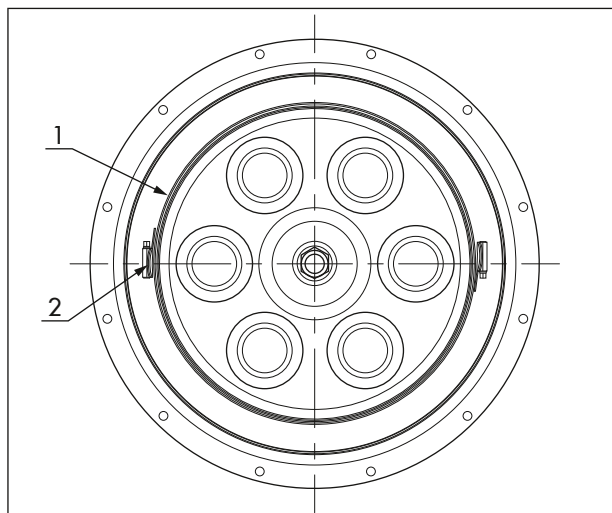

Fig. 14: Alineado de los cierres del fleje tensor
6. Abrir completamente dos flejes tensores (A6) nuevos y unirlos en un único fleje tensor (ver Fig. 14).
9. Colocar las piezas de presión (A19) debajo de los cierres del fleje tensor y alinearlos (ver Fig. 14).
8. Abrir completamente dos flejes tensores (A6) nuevos y unirlos en un único fleje tensor (ver Fig. 14).
11. Colocar las piezas de presión (A19) debajo de los cierres del fleje tensor y alinearlos (ver Fig. 14).